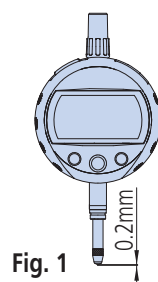

Fig. 1
4. Ao definir o ponto zero, retraia o eixo, pelo menos, 0,2mm a partir da posição de repouso. (**Fig. 1**)